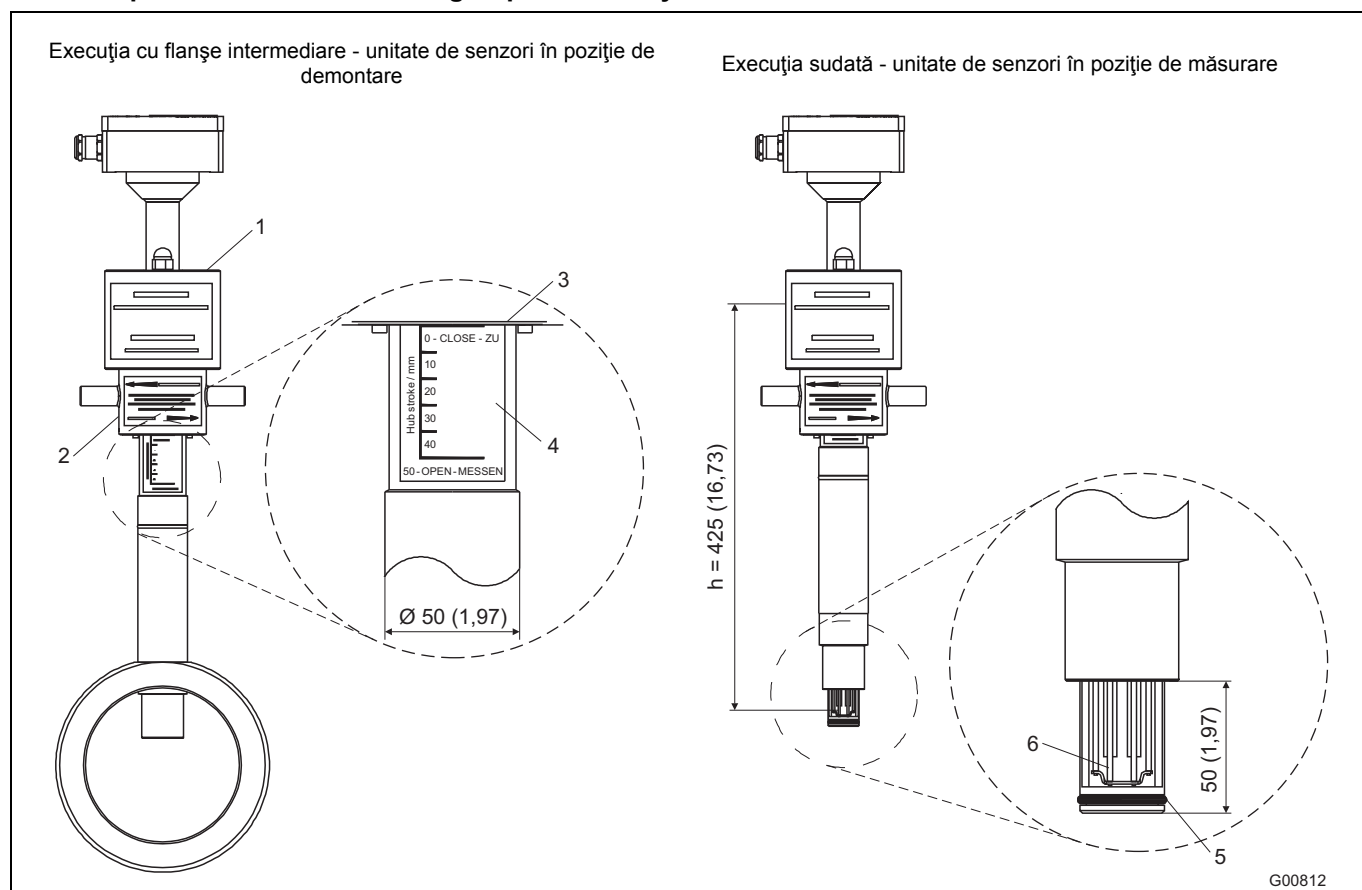
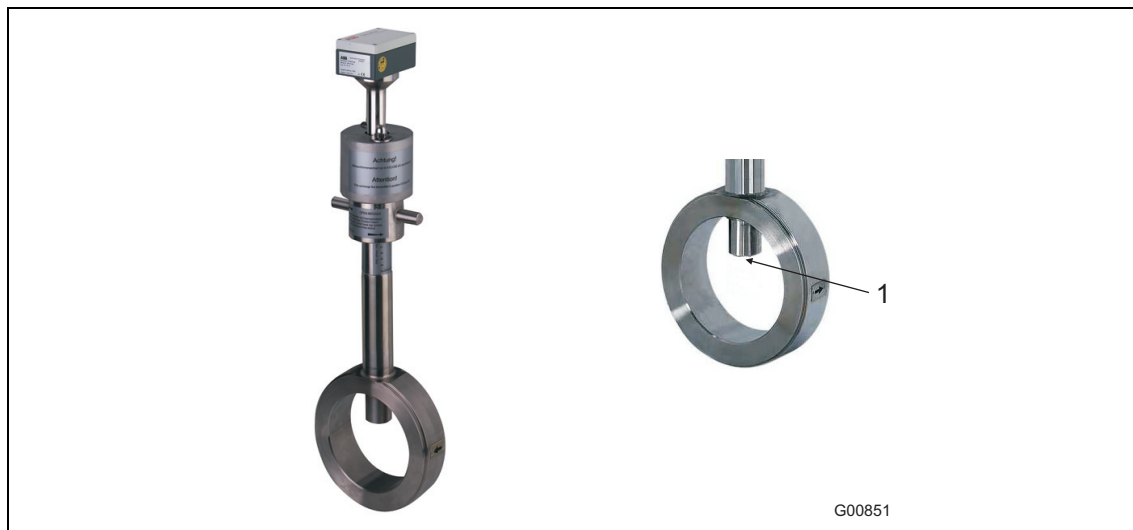
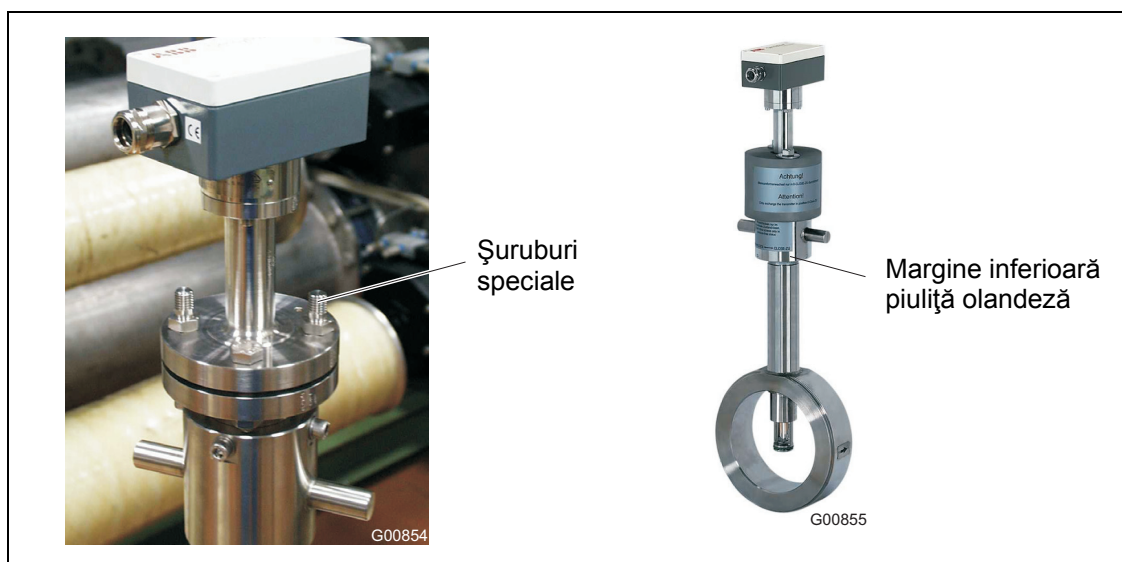

Fig. 6: Dimensiuni în mm (inch)
Fig. 8: Dispozitivul de schimbare în poziția de demontare
Fig. 11: Șuruburi speciale pentru capacele de protecție
1. Adaptorul de sudură trebuie să aibă lungimea L după sudură (vezi Fig. 7 și Fig. 8)
Dispozitivul de schimbare este configurat pentru sarcini de presiune de max. 16 bar. Pentru a garanta posibilitatea de schimbare a componentelor standard ale conductei din structura 1, s-a realizat execuția cu flanșă intermediară (Fig. 8) pentru flanșele DIN DN 50 și DN 80 la treapta de presiune PN 40. La execuția DN 65 la treapta de presiune PN 16, trebuie utilizate flanșele de racordare cu 4 orificii pentru șuruburi. Execuțiile în inch 2 ... 8" sunt concepute pentru flanșa de schimbare ASME B16.5 Cl.150. Lungimi adecvate ale senzorului de măsurare, vezi Fig. 6.
Fig. 8 (imaginea din stânga) indică versiunea cu flanșă intermediară montată a dispozitivului de schimbare în poziție demontată. Conducta de ghidaj se află în poziția finală superioară și astfel închide deschiderea Sensyflow (imaginea din dreapta).
- Dispozitivul de schimbare trebuie să se afle în poziția de demontare (Fig. 8), deschiderea Sensyflow este etanșată.
- Împingeți transductorul de măsurare în dispozitivul de schimbare și înșurubați-l (montați câte 2 șuruburi M12, precum și 2 șuruburi speciale lungite față în față (Fig. 11).
- Introduceți capacele de protecție și fixați-le cu piulițele de șuruburile speciale (Fig. 11).
- Rotiți transductorul de măsură prin intermediul piuliței olandeze în poziția de măsurare (Fig. 11). Marginea inferioară a piuliței olandeze indică poziția elementului de măsurare. Abia la atingerea poziției de măsurare 50 - OPEN - MĂSURARE (opritorul inferior al piuliței olandeze), elementele de măsurare se află în centrul conductei și pot furniza valori precise (vezi detaliul A din Fig. 6).
- Rotiți dispozitivul de schimbare prin intermediul piuliței olandeze în poziția de demontare. (Opritorul superior al piuliței olandeze, inscripția 0 - CLOSE - ÎNCHIS trebuie să fie vizibilă; (vezi detaliul A din Fig. 6).